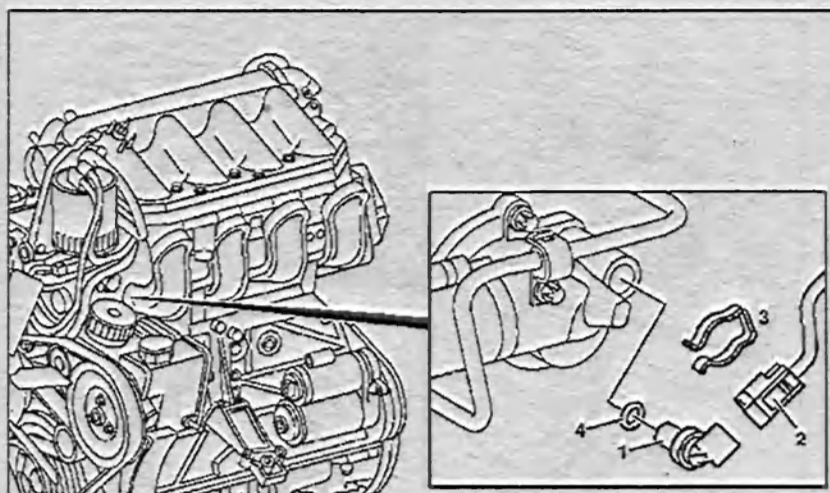

Рис. 3.57. Снятие и установка датчика температуры охлаждающей жидкости:
2. Отсоедините разъем проводки 2 от датчика температуры охлаждающей жидкости 1 (рис. 3.57).